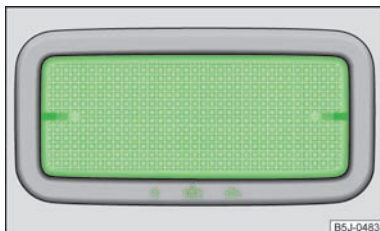

Fig. 153
- Colocar el cristal cobertor en la posición ☞ » fig. 153.
- Colocar el cristal cobertor en la posición 0 » fig. 153.
- Colocar el cristal cobertor en la posición intermedia ☞ » fig. 153.